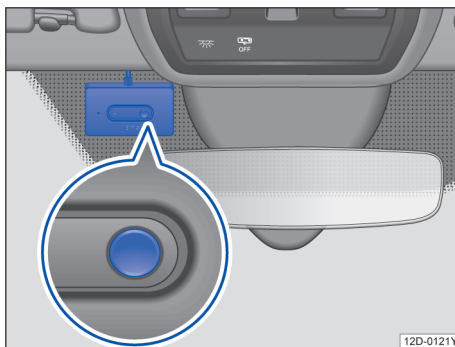

图 95 前风窗玻璃上：电子道路收费系统的车载单元
- 如果在激活过程中显示搜索或连接设备指令，那么请在几秒钟内按终端设备上的蓝牙按钮两次→图 95。在成功注册后，车载单元被服务提供商激活。如遇任何问题，请您拨打上海 ETC 客服热线 021-962319 进行咨询。